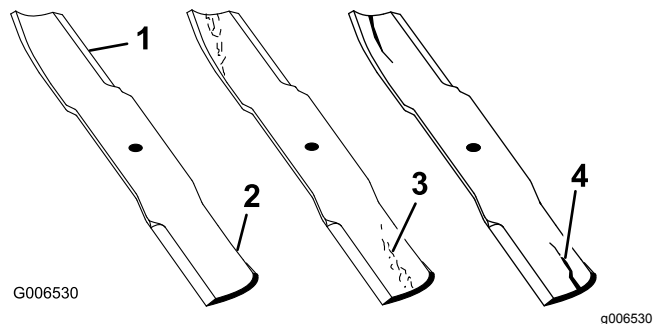

Bild 55
1. Untersuchen Sie die Schnittkanten (Bild 55).
4. Wenn Sie Risse, Verschleiß oder Rillenbildung in diesem Bereich feststellen, sollten Sie sofort ein neues Schnittmesser einbauen (Bild 55).